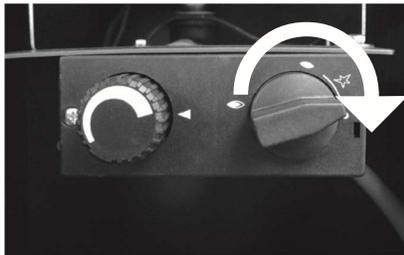
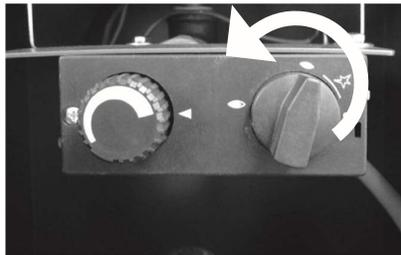

Abb. 4
Abb. 5
1. Drehen Sie den Zündschalter auf dem Gasregelblock (Abb.4) zunächst ganz nach rechts. Anschließend drücken Sie den Zündschalter ein und drehen diesen in gedrückter Stellung nach links bis ein „Click“ (Abb. 5) zu hören ist. Dieser „Click“ ist die Zündung der Zündflamme. Wieder holen Sie diesen Vorgang ggf. 3–5 mal, bis die Zündflamme brennt.
1. Indem Sie den Zündknopf wieder nach rechts drehen (Abb. 4), schließen Sie die Gaszufuhr und der Kamin geht aus. Danach ist die Gasflasche zu schließen.